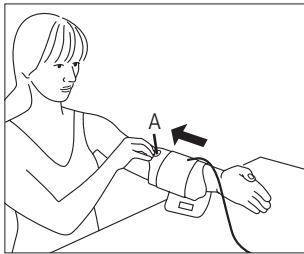

Fig. 1
- La medición debe realizarse sobre el brazo desnudo. Si su manguito está completamente abierto, pase su extremo a través del aro de metal formando un lazo. El cierre de velcro debe quedar por fuera. Sujete el manguito por la anilla de agarre A (véase la fig. 1) y colóquelo encima del brazo.